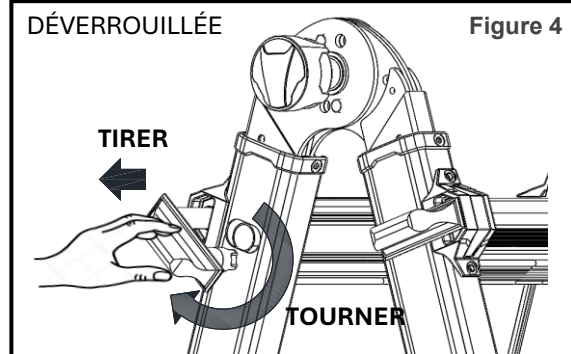

Figure 4
- Déverrouiller les deux languettes de verrouillage d'UNE section extérieure en les tirant vers l'extérieur et en les faisant pivoter pour les éloigner des trous de l'échelon (figure 4).